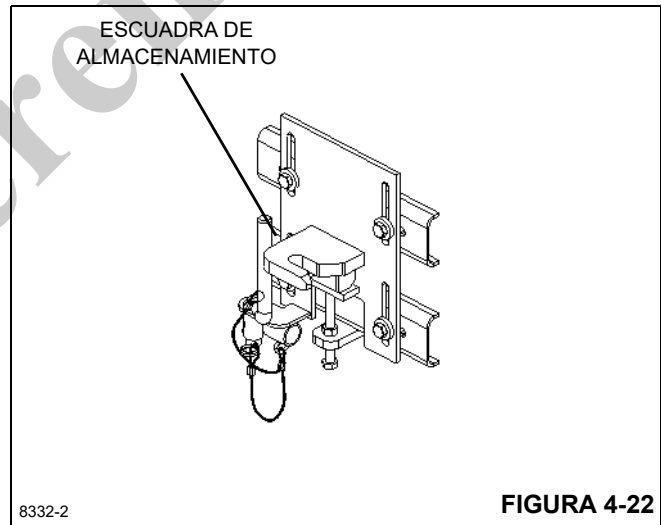

FIGURA 4-22
Es extremadamente importante para la seguridad del operador de la grúa y para todos los que trabajen alrededor de la grúa que la extensión del plumín se asegure debidamente a la escuadra de almacenamiento del plumín (Figura 4-22) o a la punta de la pluma principal.
5. Con el plumín fijado con pasador a la cabeza de la polea, gire el plumín paralelo a la pluma y asegúrelo a la escuadra de almacenamiento del plumín, Figura 4-22.